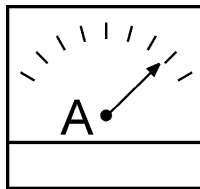

Figure 52. Ampèremètre (charge)
- Observez l'ampèremètre de la génératrice (Figure 52) et assurez-vous qu'il affiche la quantité de courant anticipé conformément à la charge. L'ampèremètre n'indique le courant que si une charge est utilisée.